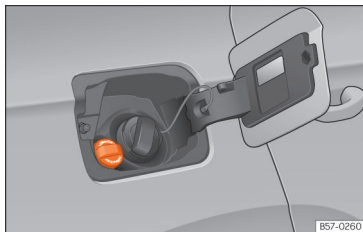

Abb. 268 Verschlussdeckel des AdBlue-Tanks
- Öffnen Sie die Tankklappe »» Abb. 268.
- Verschlussdeckel SCR-Einfüllstutzen nach links drehen »» **Abb. 268.**